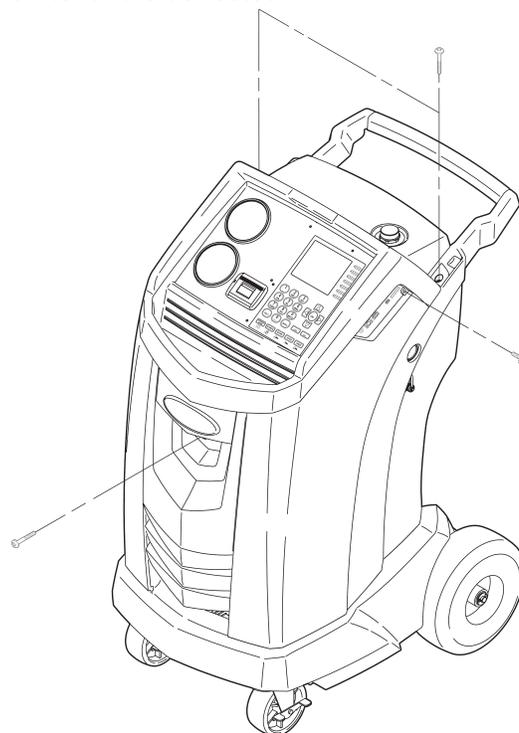

Figure 12
3. Retirez les quatre vis illustrées sur la figure 12 et retirez le déflecteur.